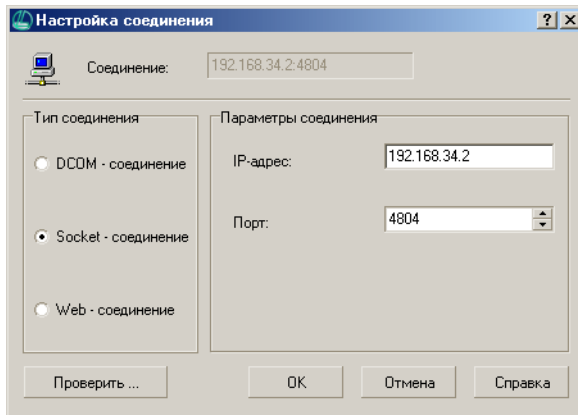

Рис. 5.34.
1.2. Если вы указали Socket-соединение, в группе **Параметры соединения** введите IP-адрес компьютера, на котором установлен сервер приложений, и номер порта, через который будет установлено соединение (рис. 5.34).